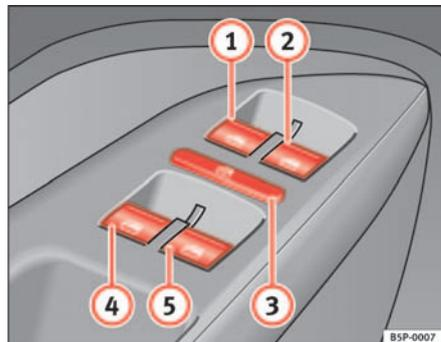

Fig. 71 Détail de la porte du conducteur : commandes d'ouverture et de fermeture des glaces avant et arrière
Les touches ⇒ page 108, fig. 71 ① et ② disposent de deux positions pour l'ouverture des vitres et de deux autres pour leur fermeture. Il est ainsi plus simple de contrôler les processus d'ouverture et de fermeture.